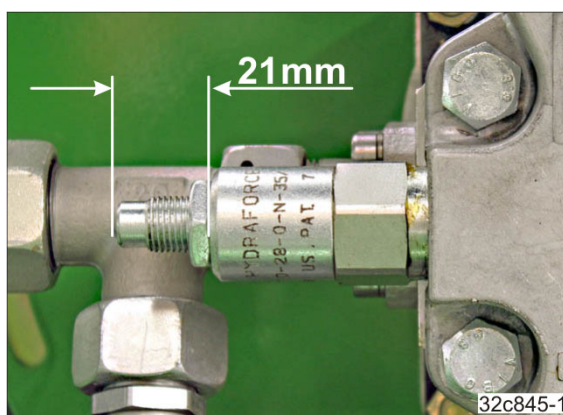

Bild 171
2. Ställ in tryckbegränsningsventilen på det fabriksinställda måttet "21 mm" (Bild 171).